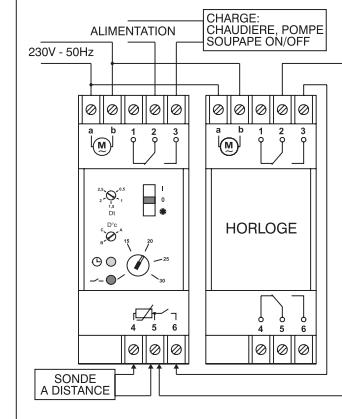

fig.3
- Réaliser le branchement électrique sur le thermostat, bornes 4 et 5 (fig. 3).
Pour obtenir une réduction de la température, il est nécessaire de relier le thermostat comme l'indique la fig.3. Le contact à relier à l'horloge ou à tout autre dispositif de commande, doit être sans potentiel. La programmation de la réduction de la température peut être effectuée en agissant sur le trimmer de réglage Δt. La valeur, réglable sur trois niveaux A-B-C indiqués sur le panneau avant du produit, n'est pas fixe, mais varie en fonction de la température programmée. Voir tableau ci-contre.
- Stellen Sie die elektrischen Verbindung mit dem Thermostaten her (Klemmen 4 und 5 in Abb. 3).